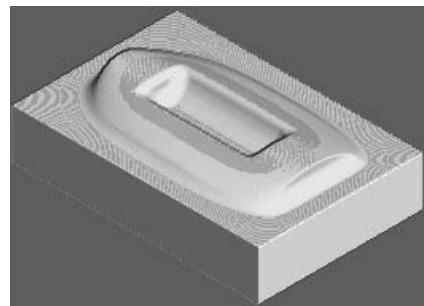

图 3-75 仿真加工结果 2
2) 在“仿真”工具栏的“当前刀具路径”下拉列表中选择要模拟的刀具路径 semifinish，然后单击“执行”按钮，系统开始自动仿真加工，仿真加工结果如图 3-75 所示。